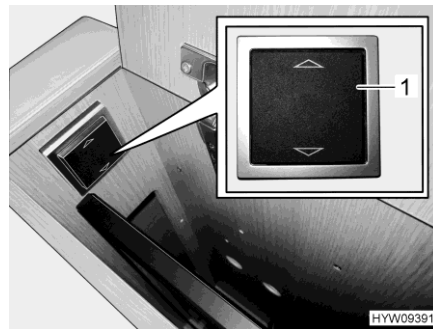

Bild 101 Schalter (elektrische Bedienung)
- Elektrisch versenkbarer Flachbildschirm: Obere Hälfte des Schalters (Bild 101,1) drücken. Der Flachbildschirm fährt selbstständig nach oben.